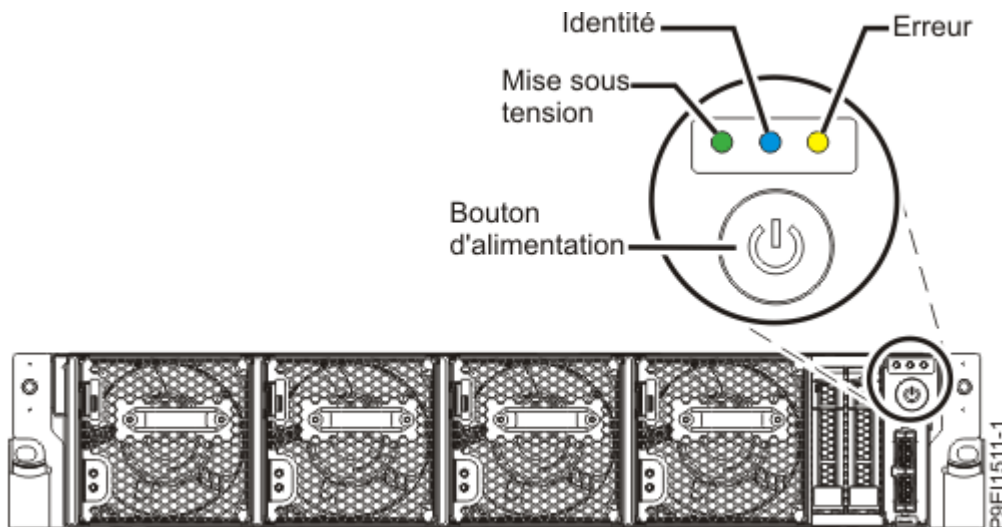

Figure 195. Bouton d'alimentation
- Le voyant de mise sous tension, illustré dans la Figure 195, à la page 224, doit clignoter. Un voyant clignotant indique que l'alimentation de l'unité est en mode veille.
3. Appuyez sur le bouton d'alimentation qui est illustré dans la Figure 195, à la page 224.